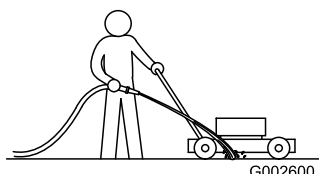

Figura 44
1. Collocate il tosaerba su una superficie piana pavimentata, con il motore acceso, e spruzzate un getto d'acqua davanti alla ruota destra posteriore (Figura 44).